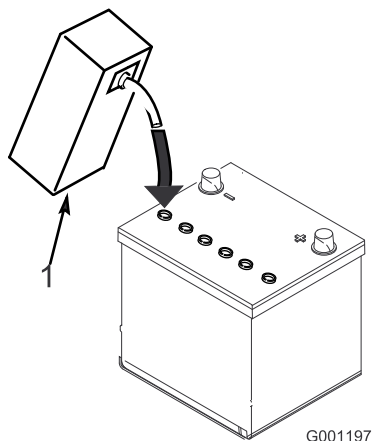

図 5
3. 各セルに慎重に電解液を満たす。電極板が 6 mm 程度水没するぐらいが適当 (図 5)。
4. 電極板が液を吸収するまで 20～30 分間程度待つ。必要に応じて、電極板が 6 mm 程度水没するぐらいに電解液を補充する (図 5)。